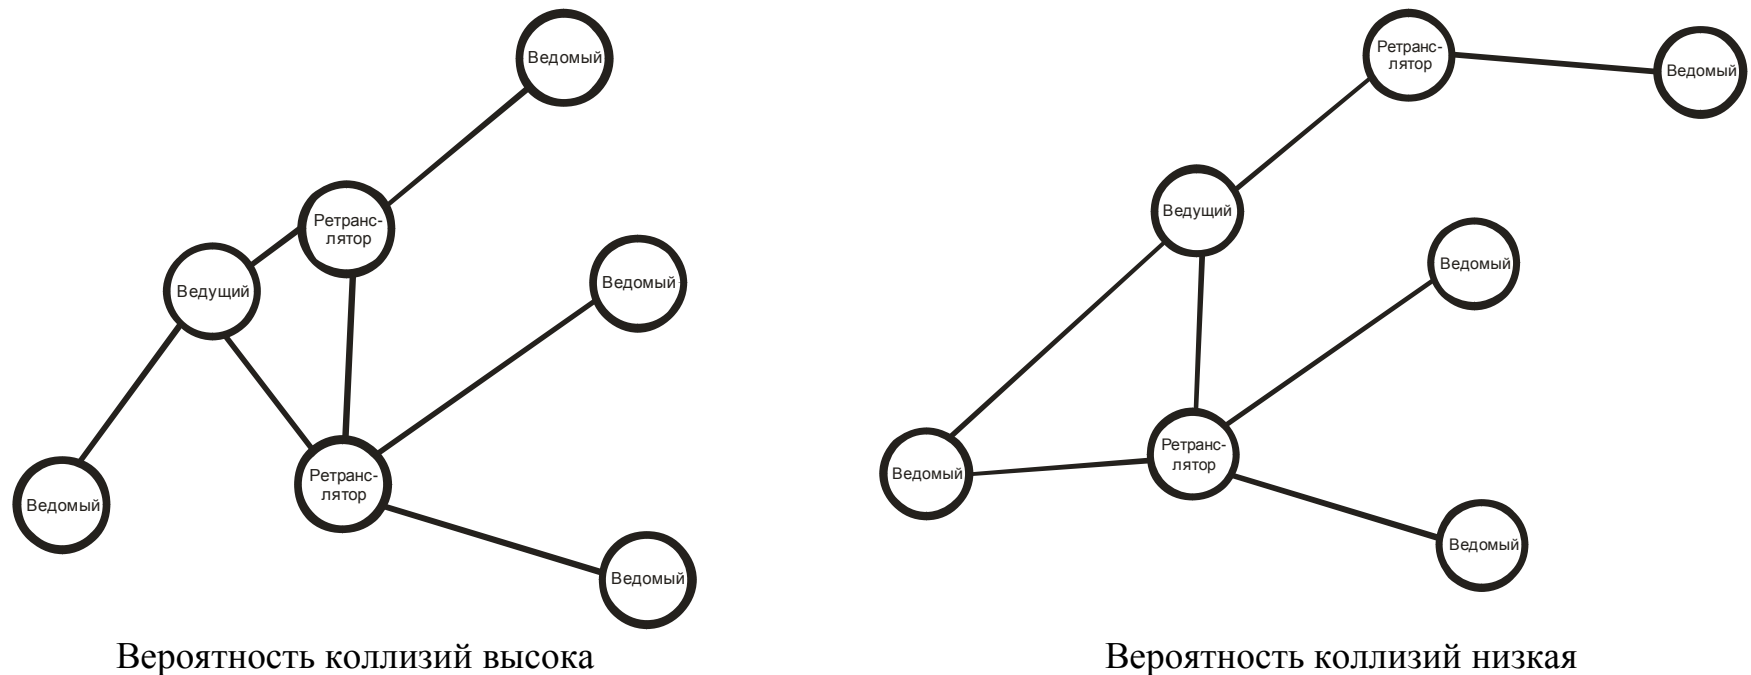

Рисунок 7.3 – Конфигурация беспроводной сети с двумя и более ретрансляторами
7.8 При использовании нескольких ретрансляторов избегайте конфигурации, когда ведущий связывается с ретрансляторами, а последние начинают одновременную передачу в эфир. В этой ситуации ИЗМЕНИТЕ конфигурацию сети путем удаления ретрансляторов друг от друга, или перенастройте параметр задержки ответа ретранслятора (например: 0,8сек. на одном и 1,2сек на другом) (см. рисунок 7.3):